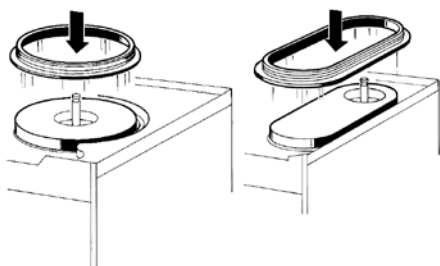

Рисунок 7
- Прикрепите уплотнение резервуара к испарителю. Замечание: самая крупная кромка уплотнения должна быть обращена к каплесборнику (см. рис. 7).